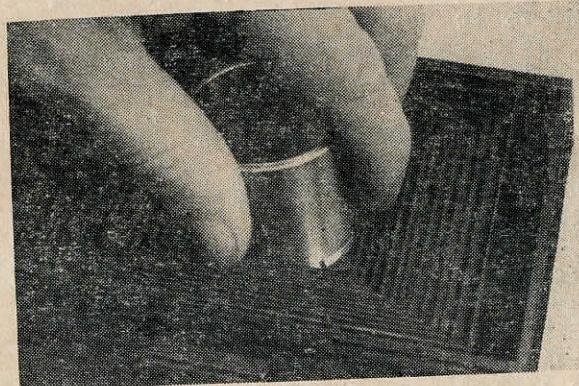

Рис. 13. Отвинчивание зажимного кольца трубчатым ключом
**Отклеен мех.** При исправлении необходимо совсем отделить его от корпуса и от доски объектива. Для того чтобы отделить мех от доски объектива, удаляют рамку матового стекла и вывинчивают задний компонент объектива. Затем при помощи трубчатого ключа (рис. 13) отвинчивают зажимное кольцо и удаляют затвор. Зачистив